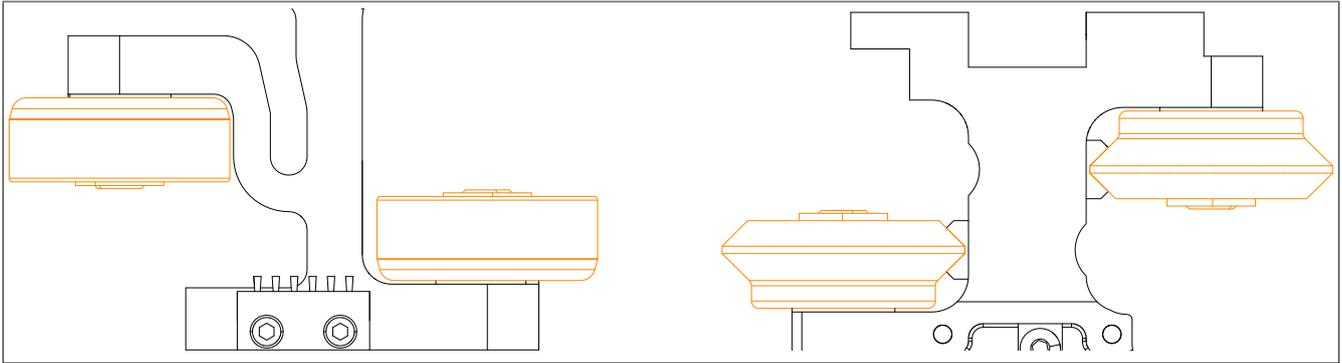

Abbildung 80: Anordnung Flachräder und V-Räder
4. Innensechskantschraube M4x16 (a) mit der Sicherungsscheibe (b) durch das Lager des V-Rads (d) oder Flachrads stecken (Orientierung der Räder siehe Abb. 80 "Anordnung Flachräder und V-Räder" auf Seite 169). Der Konus der Sicherungsscheibe (b) muss in Richtung Schraubenkopf zeigen.